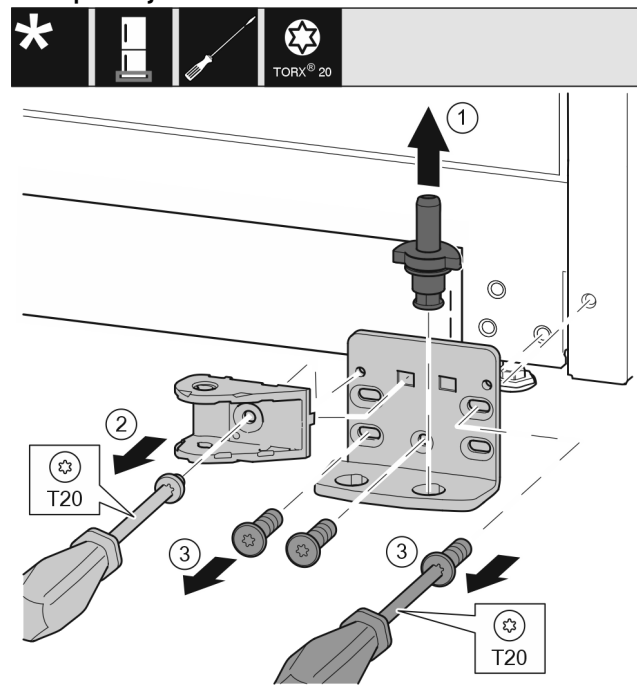

Fig. 34 *
- ▶ Ložiskový čep celý vytáhněte nahoru. Fig. 34 (1)*
- ▶ Šroubovákem T20 vyšroubujte šroub a odeberte spojení tlumiče zavírání. Fig. 34 (2)*
- ▶ Šroubovákem T20 vyšroubujte šrouby a odeberte stojan ložiska. Fig. 34 (3)*